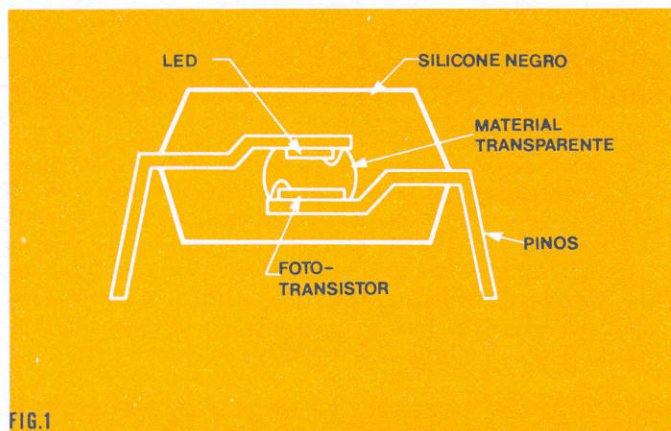
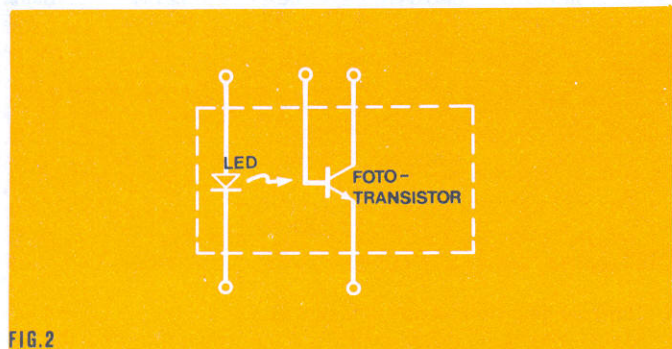

FIG.1
FIG.2
**Vamos descrever um circuito ativo de equalização, que pode ser usado tanto como um filtro para «rumble» (ruído de baixa frequência provocado nos sistemas de som) ou como uma combinação de reforço de graves e filtro «rumble» (fig. 1).**
Disse, anteriormente, que este circuito serve tanto como um filtro para «rumble», como um reforço de graves. Como pode ser isso? A resposta está na razão entre os resistores R1 e R2, da fig. 1, que determina as características de resposta em frequência, o que pode ser comprovado pelo gráfico da fig. 2.
A coisa se torna interessante a partir do momento em que a razão entre R1 e R2 fica maior que 2. Algumas destas condições estão representadas no gráfico da fig. 2; observe que, à medida que a razão é aumentada, vai se formando um pico de baixa frequência na resposta. Quanto maior é a razão, tanto maior e mais estreito é o pico e, também, mais brusca a inclinação de corte, após o pico.
Supondo que quiséssemos construir o circuito da fig. 1, por onde deveríamos começar? Bem, para começar, a resposta em frequência pode ser representada sob formas mais úteis, assim como nas figuras 4, 5 e 6.
Vamos tomar um caso hipotético, e ver como a informação contida nesses gráficos pode ser usada para projetar o circuito desejado. Suponhamos que se deseje um reforço de 6 dB a 40 Hz; a partir da fig. 4, deduzimos que necessitamos de uma razão de 14, entre  $R2$  e  $R1$ , para conseguirmos o reforço desejado. Com o auxílio da fig. 5, vemos que, com os valores de componentes fornecidos na fig. 1, e para uma razão  $R2/R1$ , igual a 14, a resposta de pico se dá a 135 Hz. Nós queremos, porém, que este pico apareça nos 40 Hz; assim, é necessário mudar o valor dos componentes.
Se você estiver interessado em projetar seu próprio circuito, sugerimos que tente repetir o exemplo da fig. 1, para ter certeza de que entendeu todo o procedimento.